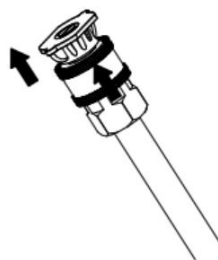

Fig.9
- Boucler une lance comme le montre la figure 9.